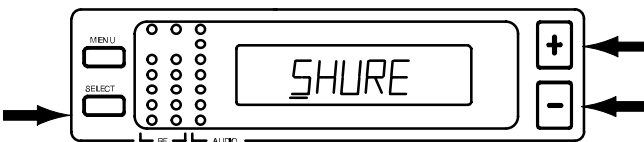

ABBILDUNG 23
3. Die SELECT-Taste drücken. Unter dem ersten Zeichen der Bezeichnung erscheint eine Linie. Abbildung 23 zeigt die werkseitig eingestellte Bezeichnung.